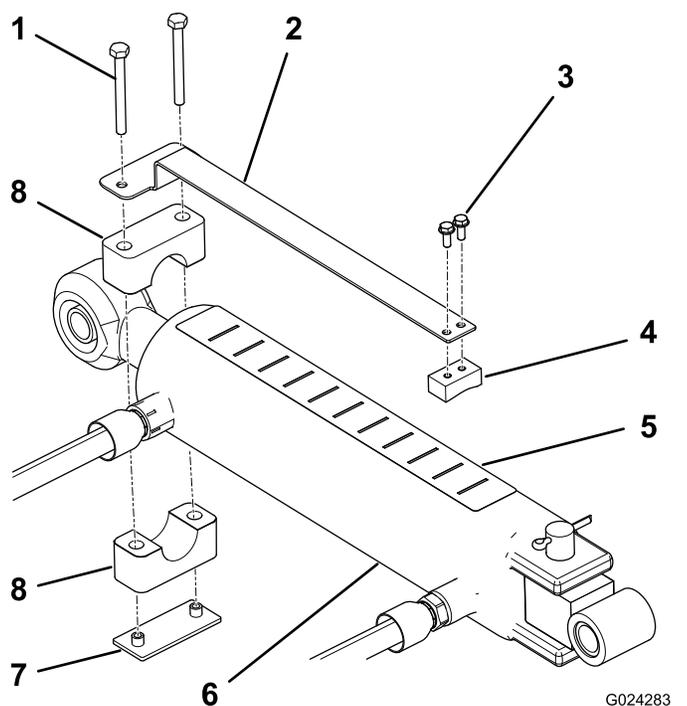

Рисунок 8
1. Закрепите глубиномер на плоской стороне сухаря двумя винтами с головкой под шлиц (№ 10 x ½ дюйма), расположив компоненты, как показано на Рисунок 8.
2. С помощью трубного зажима, сварной планки и 2 винтов на (¼ x 2½ дюйма) свободно закрепите глубиномер на конце штока цилиндра верхней тяги (Рисунок 8). Убедитесь, что зажимы достаточно свободны, чтобы их можно было повернуть в требуемое положение.
4. Установите наклейку со шкалой глубины на верх цилиндра в таком месте, чтобы она была хорошо видна оператору и не закрывалась гидравлическими шлангами или другими помехами (Рисунок 8). Конец наклейки с буквой «J» должен быть направлен к аэратору.